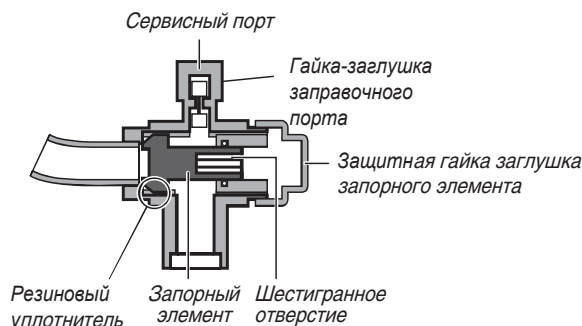

Рис. 2.23
- Вакуумирование производить через сервисный порт запорного вентиля наружного блока (рис. 2.23)